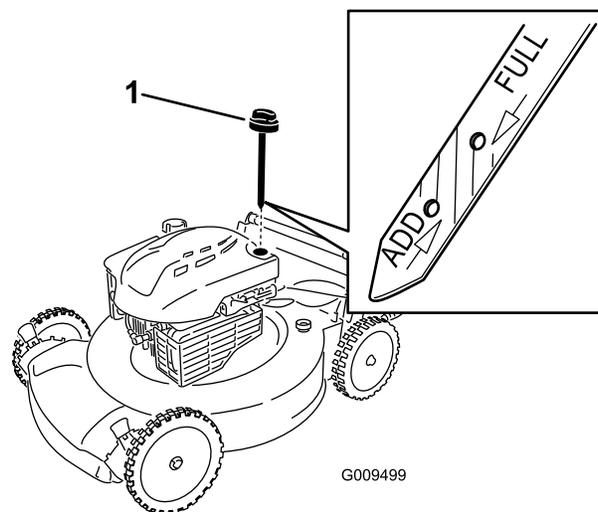

Рисунок 11
1. Выньте шуп для измерения уровня, вытрите его, и затем вставьте на полную глубину (Рисунок 11).
2. Выньте шуп и проверьте уровень масла (Рисунок 11). Если уровень масла ниже отметки **Add (ДОЛИТЬ)** на масломерном шупе, **медленно** заливайте масло в маслозаливной патрубок, чтобы поднять уровень масла до метки **Full (ЗАПОЛНЕНО)** на масломерном шупе. **Не допускайте переполнения картера. Макс.**